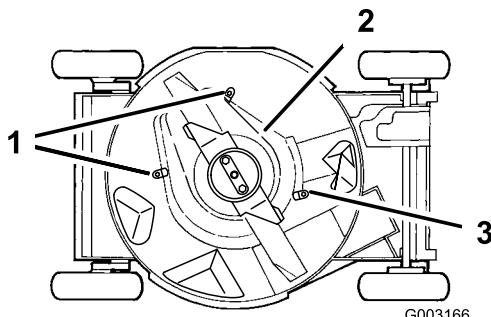

Figura 38
6. Afloje las pestañas que fijan el protector del embrague del freno de la cuchilla a la plataforma, aflojando las tuercas o los pernos de las pestañas (Figura 38). Gire las pestañas 180° para que no estorben.